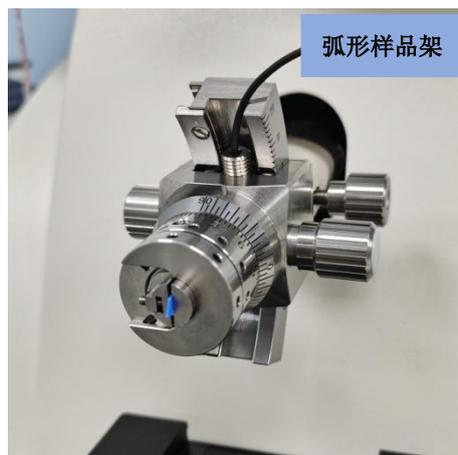

图 2
2. 安装样品。根据样品选择合适的样品夹进行固定，然后将样品夹固定在弧形架上，如图 2；